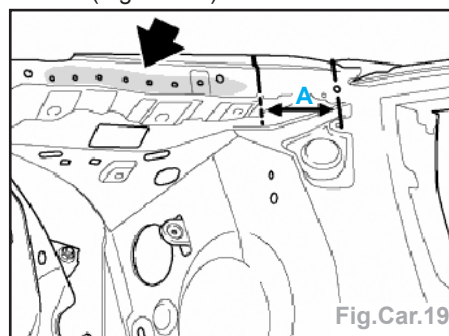

Fig.Car.19
- Déterminer et marquer en haut la ligne de coupe à la jonction avec la doublure d'aile (Fig.Car.19).